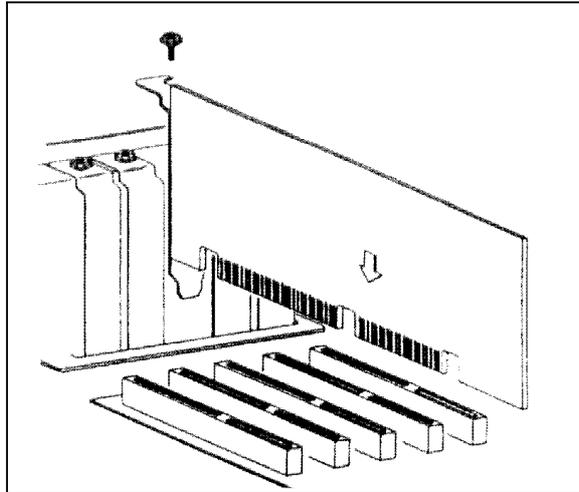

Figure 2
- ♦ Insérez la carte dans l'emplacement choisi. Veillez à bien l'aligner sur le connecteur PCI avant de l'enfoncer (Voir figure 2) .